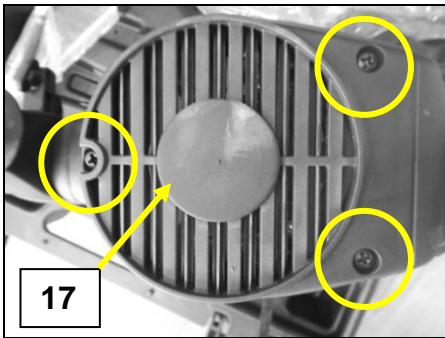

Fig 16
- Ponga al palanca de cambio (11) en el símbolo **T**.
**Reemplazo de las escobillas de carbón (Fig 16 y 17)**
1. Extraiga y compruebe las escobillas de carbón (81) regularmente.
- Utilice un destornillador para quitar la tapadera del ventilador (17) (Fig 16).